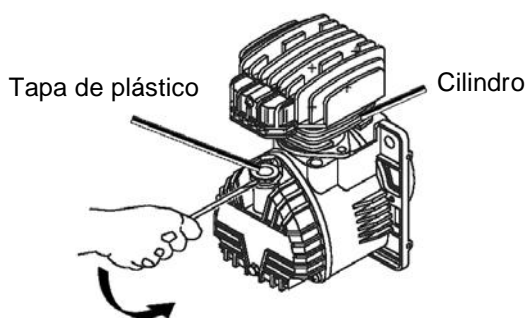

Fig. 5
5. Inserción del indicador y comprobación de nivel de aceite Utilice un destornillador u otra herramienta similar para quitar el tapón de plástico de la parte inferior del cilindro (Fig. 5).